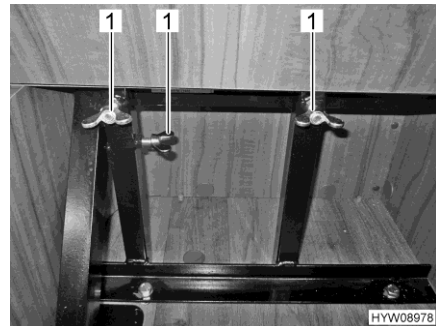

Fig. 30 Bloquer le siège emboîtable avec des écrous à oreilles
- Bloquer le siège emboîtable avec des écrous à oreilles (Fig. 30,1).